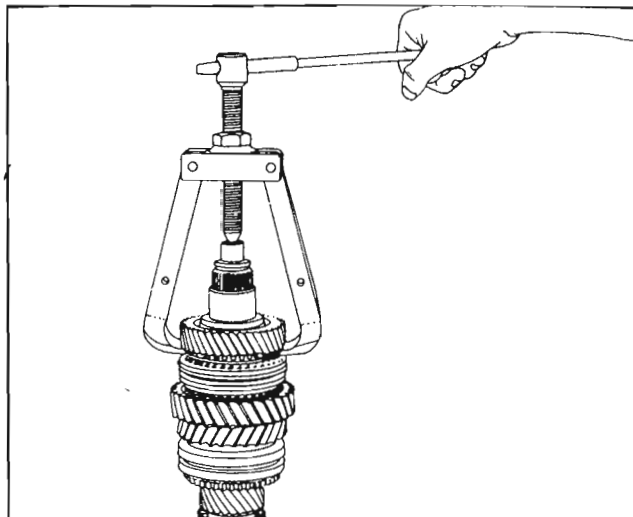

Fig. 33
Fije el eje sólidamente y saque el casquillo (25) con el separador (27) y el piñón de la 2ª velocidad (29) utilizando el extractor N° 312 589 25 33. *Fig. 33*